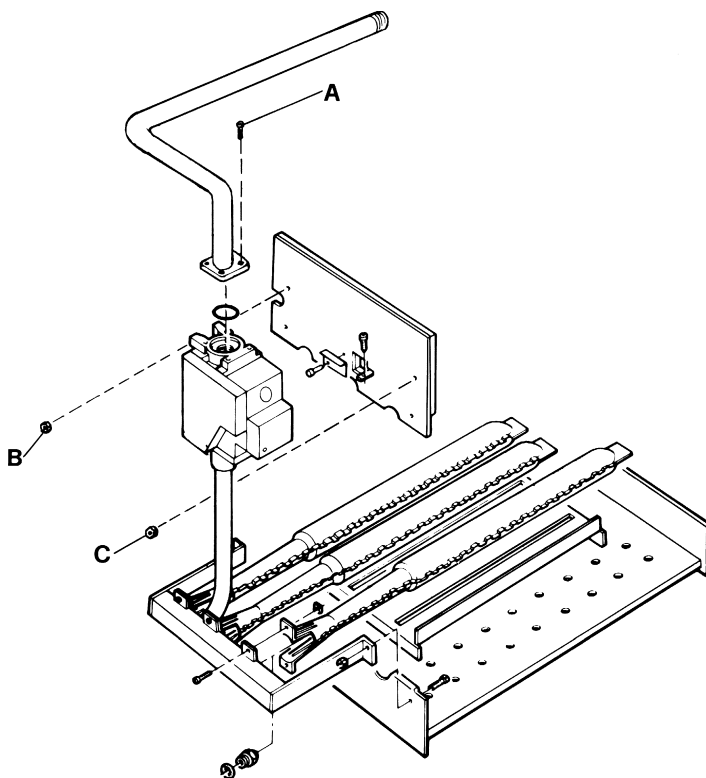

Рис. 11
- 6.1.3. Снять горелку из коллектора (рис. 11).
7.5. Разборка газового блока (рис. 11)